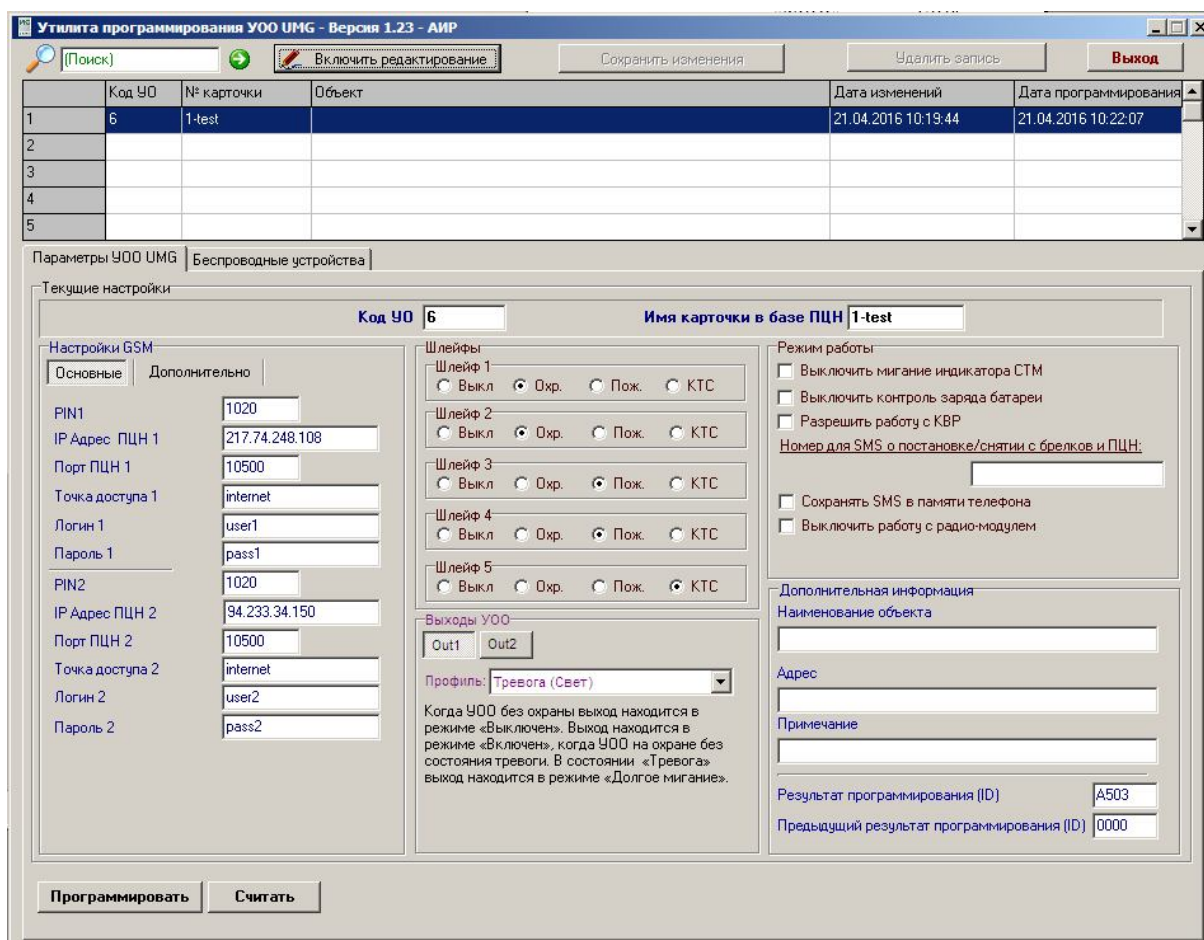

Рисунок 1. Главное окно конфигурационной программы «ProgUMG.exe».
6.4. На компьютере запустите утилиту «ProgUMG.exe» (рисунок 1).